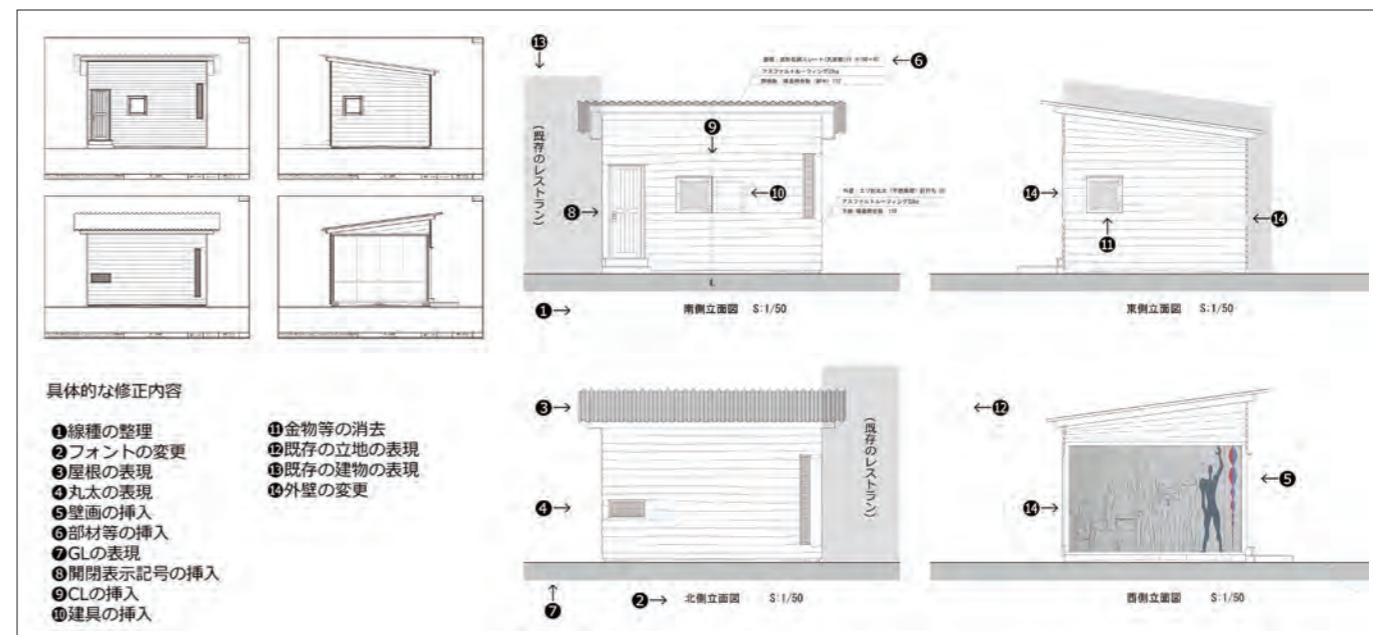

図1. 立面図の教材化（左上：元図、右：修正図面と修正箇所）
3. 整理・修正の内容（図1、2）
3-1. 立面図（図1）